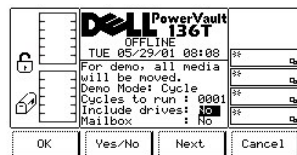

Figure 108. Service > Library > Exercice > Demo Using Cycles > Dialogue Include
- 1 Si la touche de fonction **Next** est enfoncée, le champ suivant de la liste devient le champ actif. Reportez-vous à la Figure 108.